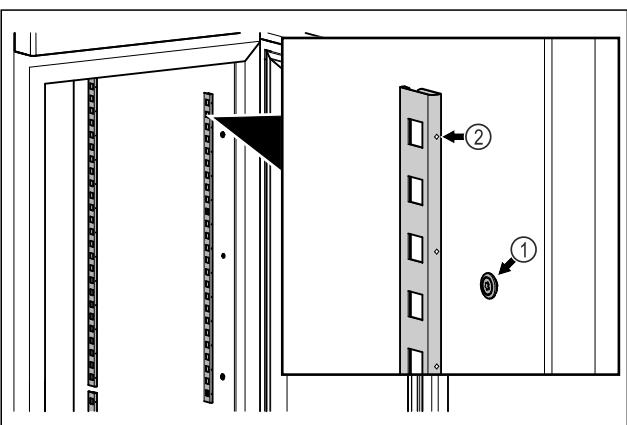

Fig. 58 Примерно изображение
- Закачете заключващите ленти в окачването Fig. 58 (1).
Маркировката Fig. 58 (2) трябва да сочи напред.